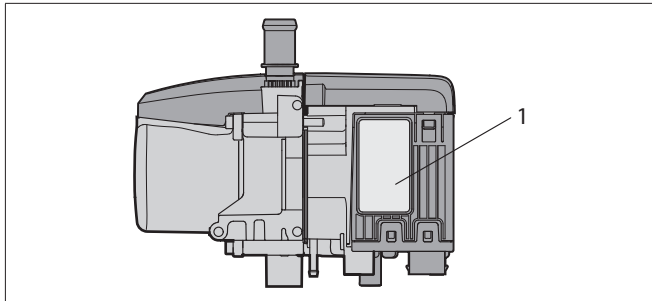

Bild 6
Typskylten (1) sitter på värmarens sida. Den andra typskylten (duplicat) följer med värmaren och måste fästas väl synlig på fordonet se Bild 6.